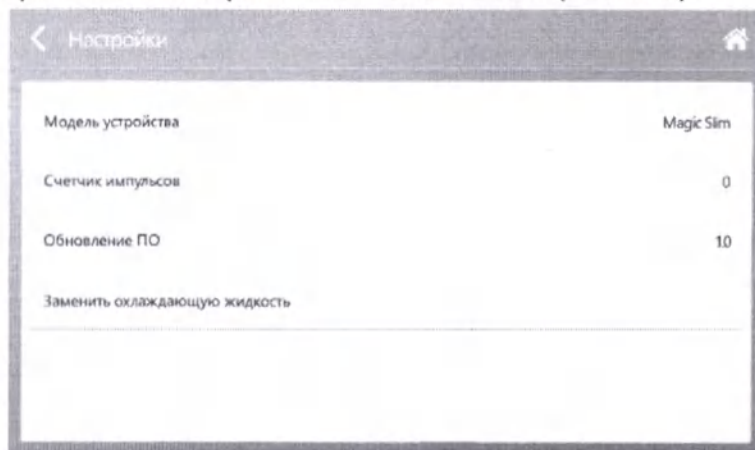

Рис.14.1 – Обновление программного обеспечения
14.6. Выберите пункт меню настроек «Обновление ПО» (Рис.14.1).